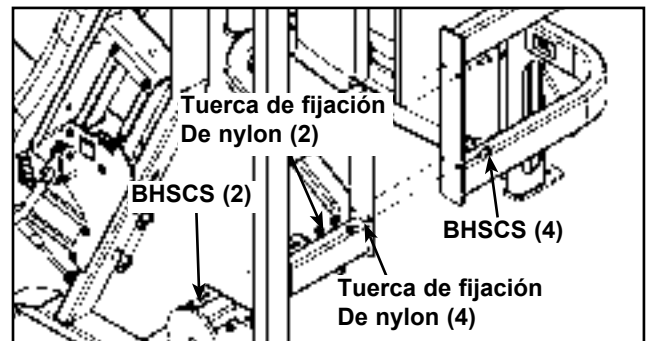

Figura 4
- J. Con una ayudante, quitar cuidadosamente los seises BHSCS que asegura las dos mitades del marco. Ver Figura 4.
- L. Con una ayudante, unir cuidadosamente cada mitad juntos con los seis BHSCS quitados adentro paso 4J. Véase El Figura 4.